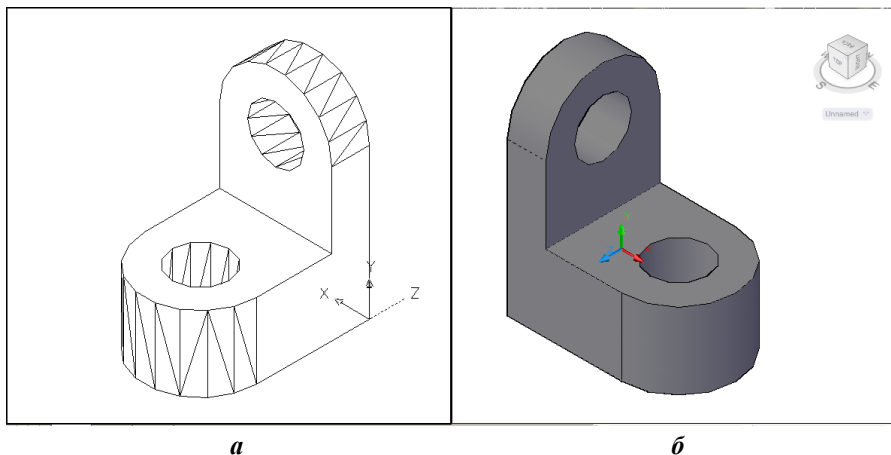

Рис. 11.21
14. Установлюємо на лівому екрані вигляду північно-східну ізометрію і застосовуємо команду HIDE для видалення невидимих ліній (рис. 11.21,а). Тривимірна модель у концептуальному уявленні показана на рис. 11.21,б.